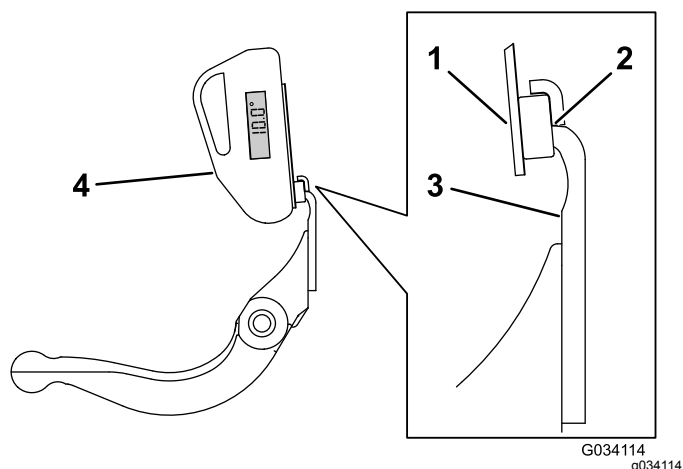

図 28
3. 傾斜計マウントのマグネットのエッジがベッドナイフのエッジに密着するように、ベッドナイフのエッジに傾斜計マウントをセットする 図 28。
4. 図 28 に示すようにマウントに傾斜計を取り付ける。